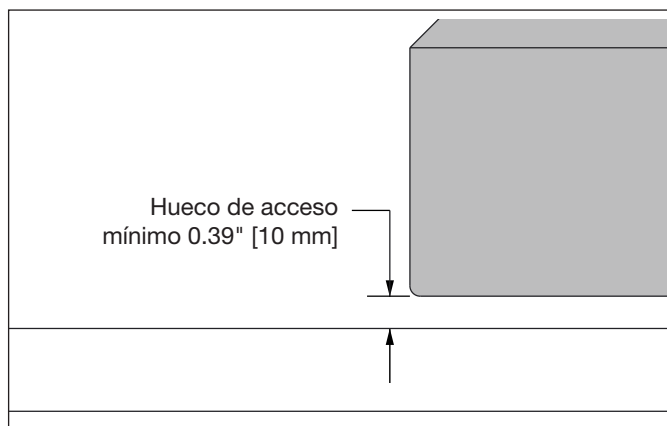

Figura 2, Hueco de acceso mínimo
2. Asegúrese de que el espacio de acceso mínimo debajo del objeto que se vaya a levantar es 0.39" [10 mm] o más. Consulte la Figura 2.
3. Asegúrese de que el espacio de acceso mínimo debajo del objeto que se vaya a levantar es 0.39" [10 mm] o más. Consulte la Figura 2.